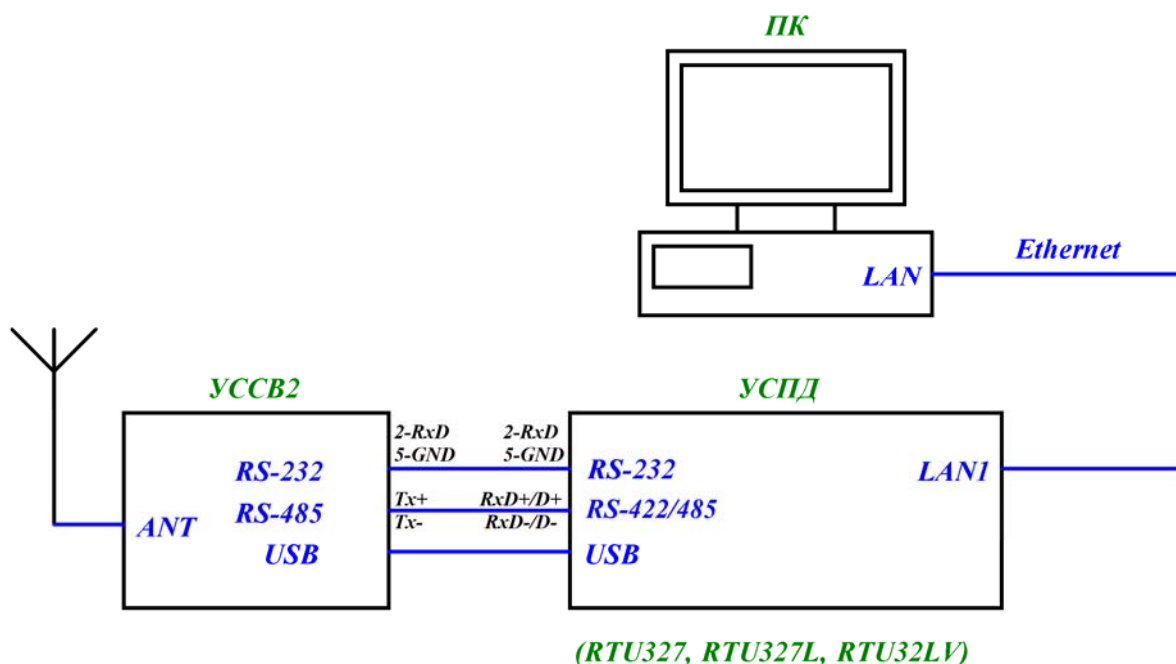

Рисунок 9
2.3.2.1 Собрать схему согласно рис. 9.